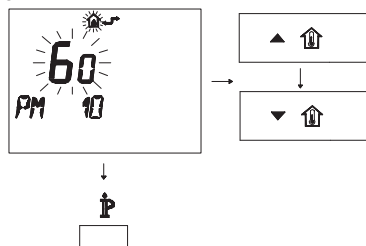

Fig. 5.92
- Per modificare il SET programmato agire sui pulsanti ▲⏮ o ▼⏮ e aspettare che il numero programmato cominci a lampeggiare (Fig. 5.92).